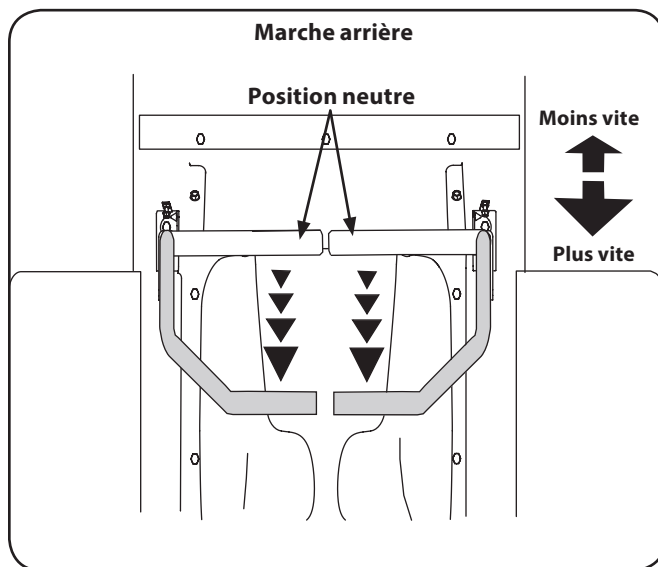

Figure 5-5
- Poussez les barres de conduite lentement et graduellement vers l'arrière. L'appareil commencera à reculer. Voir Figure 5-5.